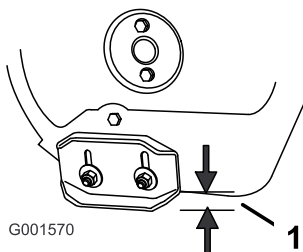

Figure 24
2. Desserrez les écrous de fixation des deux patins aux côtés de la vis sans fin jusqu'à ce que les patins puissent coulisser aisément vers le haut et vers le bas (Figure 24).